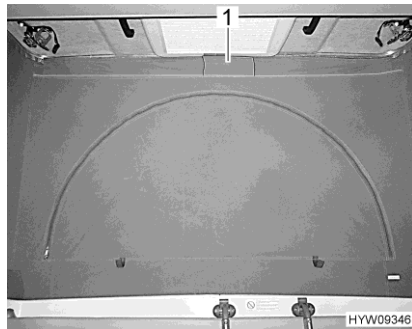

Fig. 31 Ventilación (cerrada)
- Separar el cierre velcro de la ventana de lona (Fig. 31,1) debajo del techo abatible. Atrás de la ventana de lona está instalada una rejilla de malla como protección de insectos.